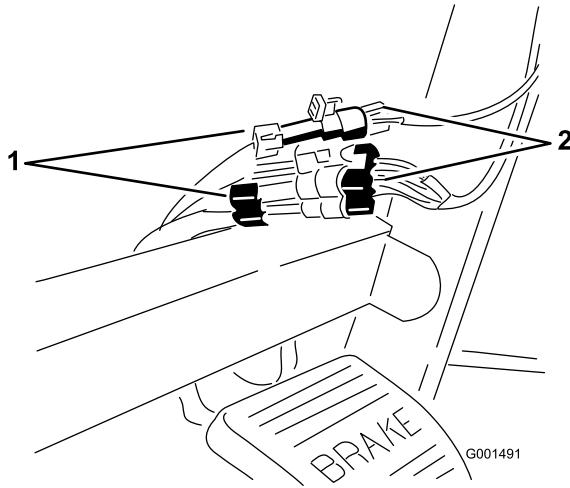

Figura 7
- Conecte los conectores de cable del Spray Pro a los conectores de cable ubicados debajo del salpicadero (Figura 7).